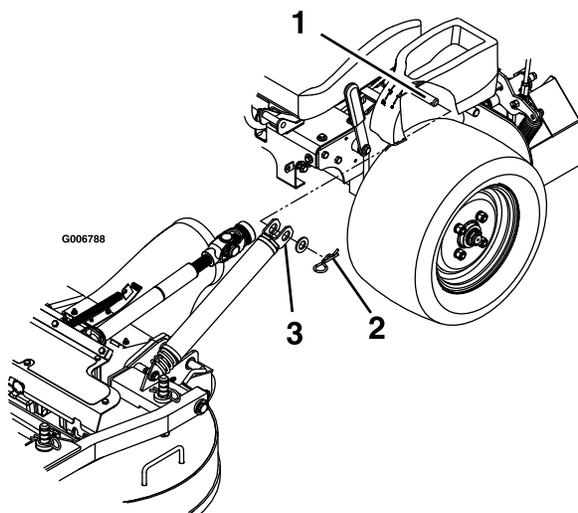

**Figura 73**
1. Utilize uma lima para afiar aresta de corte em ambas as extremidades da lâmina (Figura 73). Mantenha o ângulo original. A lâmina manterá o equilíbrio se for retirada a mesma quantidade de material de ambas as extremidades de corte.